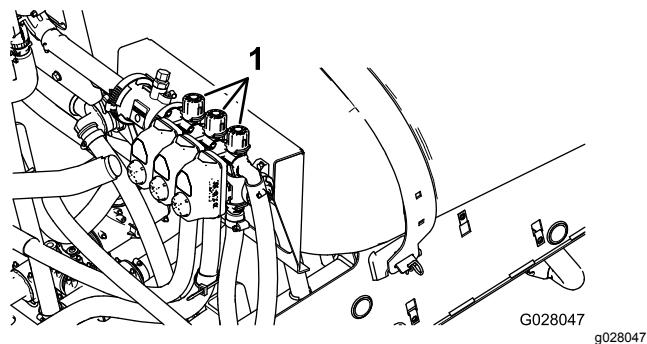

Figura 74
10. Disattivate la barra sinistra e regolate la valvola di bypass della barra (Figura 74) fino a che la pressione rilevata non raggiunga il livello regolato in precedenza (normalmente 2,75 bar).
12. Regolate la valvola di bypass della barra destra (Figura 74) fino a che la pressione rilevata non raggiunga il livello regolato in precedenza (normalmente 2,75 bar).
14. Regolate la valvola di bypass della barra centrale (Figura 74) fino a che la pressione rilevata non raggiunga il livello regolato in precedenza (normalmente 2,75 bar).